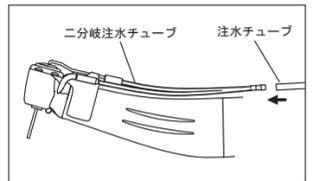

図11
- 二分岐注水チューブに注水チューブを奥までしっかり挿し込みます。（図11）